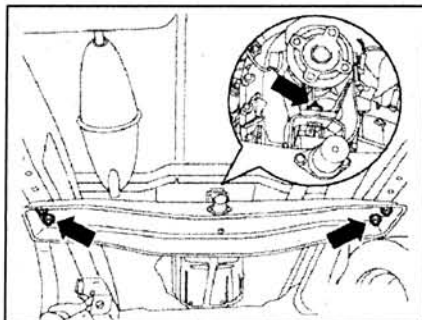

Рис. 4.21. Открутите болты (стрелки) крепления задних опор двигателя и коробки передач.
10. Открутите болты (стрелки) крепления задних опор двигателя и коробки передач (рис. 4.21).